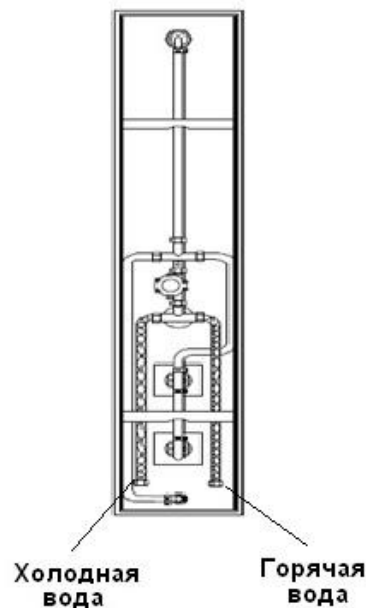

Рис.3
4. Прикрутите шланги для горячей и холодной воды от смесителя (рис.3) к трубам водоснабжения.